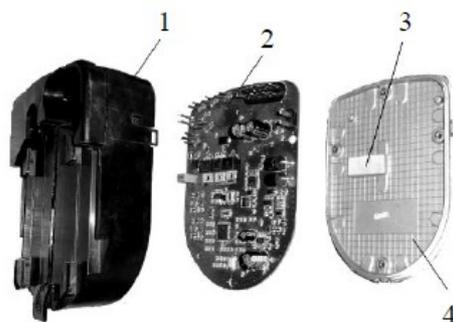

Рис. 5
3.4.1 Состав блока управления (Рис. 5)